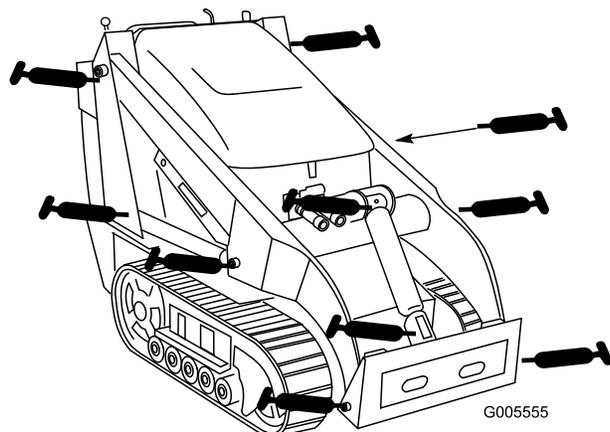
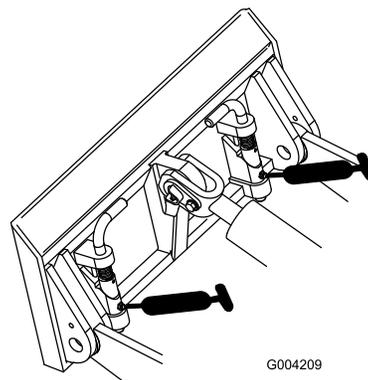

Рисунок 30
Рисунок 31
4. Присоедините к каждой масленке шприц для нагнетания консистентной смазки (Рисунок 30 и Рисунок 31).